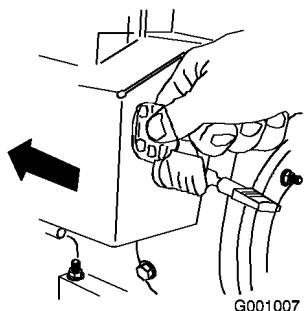

Figura 22
- Inserite la chiave di accensione (Figura 22).